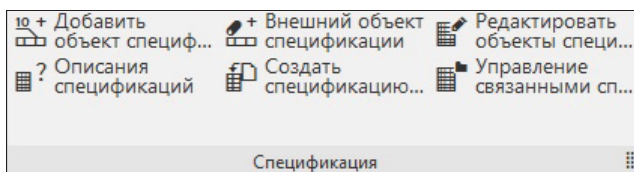

Рис. 25.15. Панель инструментов Спецификация
- ♦ Панель инструментов **Спецификация** (рис. 25.15) — содержит команды для создания *спецификаций*;